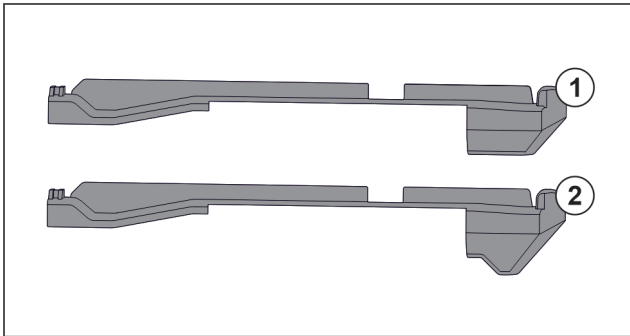

Fig. 128 Vergleich der Aufsteckteile
Im Gerät befinden sich zwei unterschiedliche Aufsteckteile. Das Aufsteckteil über dem untersten Schubfach Fig. 128 (2) hat eine dreieckige Kante. Alle anderen Aufsteckteile Fig. 128 (1) haben eine gerade Kante.
- ▶ Aufsteckteil Fig. 128 (2) mit der dreieckigen Kante über dem untersten Schubfach anbringen.
- ▶ Aufsteckteil Fig. 128 (1) mit der geraden Kante an allen anderen Stellen anbringen.